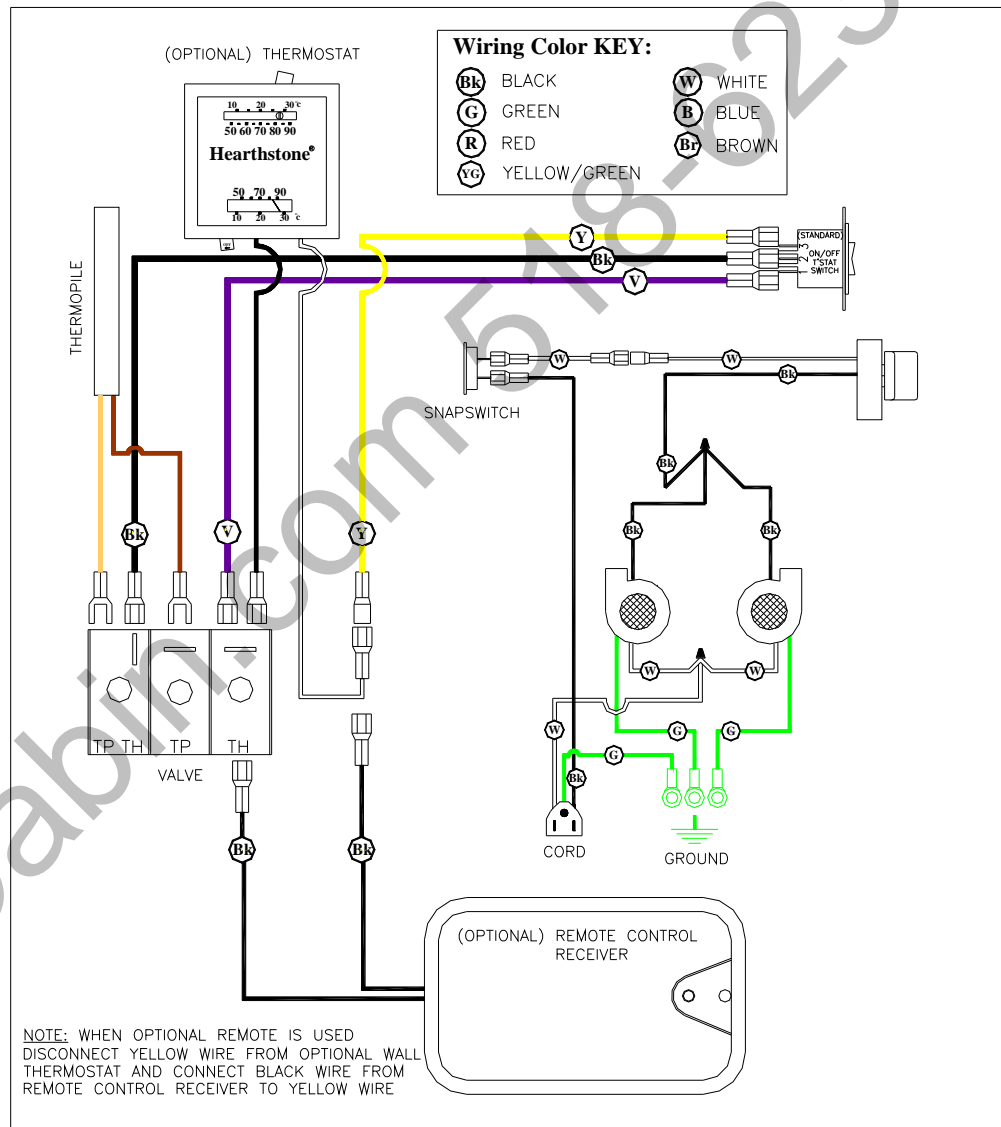

Figure 19: Wiring Diagram
- CAUTION:** Label all wires prior to disconnection when servicing controls. Wiring errors can cause improper and dangerous operation. Verify proper operation after servicing. (*Attention: Au moment de l'entretien des commandes, étiquetez tous les fils avant le débranchement. Des erreurs de câblage peuvent entraîner un fonctionnement inadéquat et dangereux.*) The proper location of wire connections is shown in Figure 19.